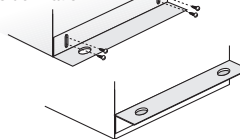

Figure 4
2. Attacher les supports de fixation réglables à l'appareil, mais ne pas serrer les vis avant d'avoir déterminé la hauteur correcte, voir Figure 4.